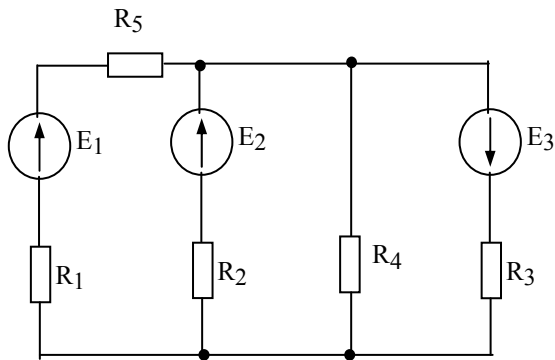

Рис.1.4.20
1.4.20. Используя метод между-узлового напряжения, определить токи во всех ветвях схемы (рисунок 1.4.20), если известны:  $E_1=100$  В,  $E_2=80$  В,  $E_3=100$  В,  $R_1=7$  Ом,  $R_2=2$  Ом,  $R_3=5$  Ом,  $R_4=5$  Ом,  $R_5=30$  Ом. Составить баланс мощностей.